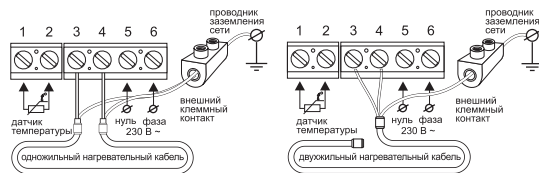

Рис. 3
Установите монтажную коробку или распаечную коробку (если используется). Подведите к ней провода питания, установочные провода нагревательного мата или секции и установочный провод датчика температуры пола. Подайте напряжение на провод питания. Индикатором определите фазовый и нулевой провода и отметьте их. Датчик температуры подключается к клеммам 1 и 2 (полярность при этом не имеет значения). Напряжение питания (переменное 230 В) подается на клеммы 5 и 6, причем фаза (определяемая индикатором) – на клемму 6, а ноль – на клемму 5. Выводы нагревательной секции или мата подключаются к клеммам 3 и 4; вывод экранирующей оплетки (желто-зеленый провод) – к линии защитного заземления (РЕ) через внешний клеммный контакт (не входит в комплект поставки) (рис.3).
1. Выполните подключение согласно рис. 3.